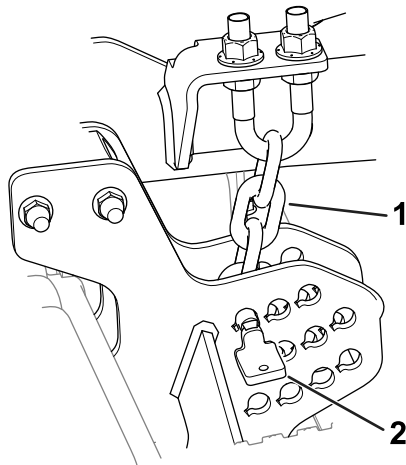

Figura 18
2. Îndepărtați tifturile pentru înălțimea de tăiere (Figura 18) de la plăcile laterale ale unității de tăiere.